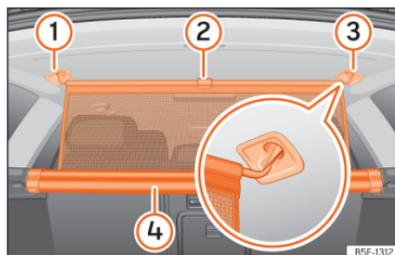

Fig. 187 Na bagageira: fixar a rede de separação.
- Puxe a aba para acima »» Fig. 187 ② para tirar a rede da carcaça ④.
- Prender a rede de separação do lado esquerdo ou direito ③ (imagem ampliada).
- Prender a rede de separação no alojamento do outro lado ① puxando a barra.